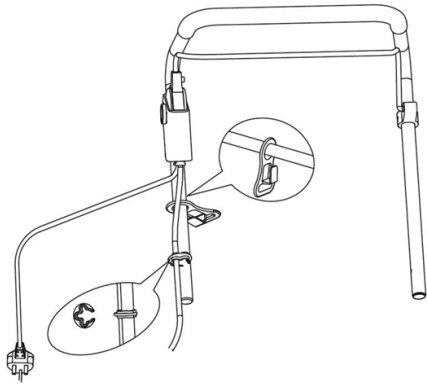

Abb.8
#### 49. Allumer et éteindre (Fig. 8)
Le bouton de sécurité (1) s'enclenche. (Fig.8)
Inclinez la poignée vers le bas pour surélever légèrement l'avant de l'appareil et réduire le risque d'endommager la pelouse au démarrage. Appuyez sur le bouton de verrouillage de sécurité (1) du boîtier de commande et, pendant que le bouton est toujours enfoncé, tirez le levier de commande (2) vers vous. (Fig. 8)